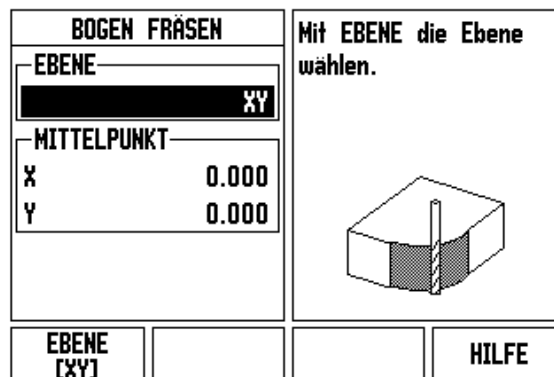
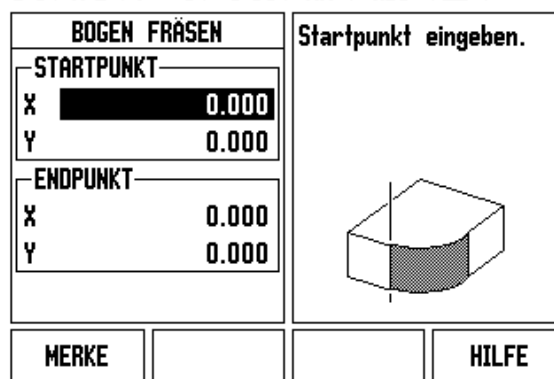
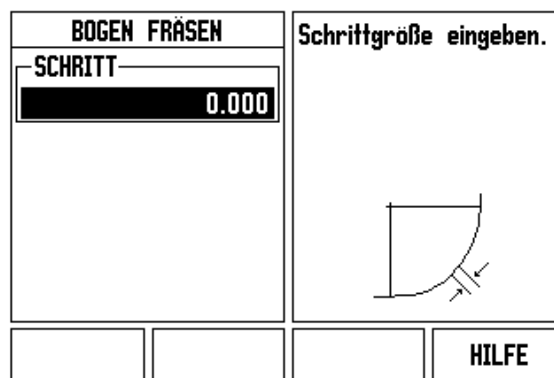

Abb. I.45 Eingabemaske: Bogen
Abb. I.46 Eingabemaske: Startpunkt
Abb. I.47 Eingabemaske: Endpunkt
Eingabemaske: Siehe Abb. I.45, Abb. I.46 und Abb. I.47
**Beispiel: Mit der Taste **BOGEN FRÄSEN** öffnen Sie die Eingabebform: (Siehe „ Abb. I.45“), (Abb. I.46) und (Abb. I.47).**